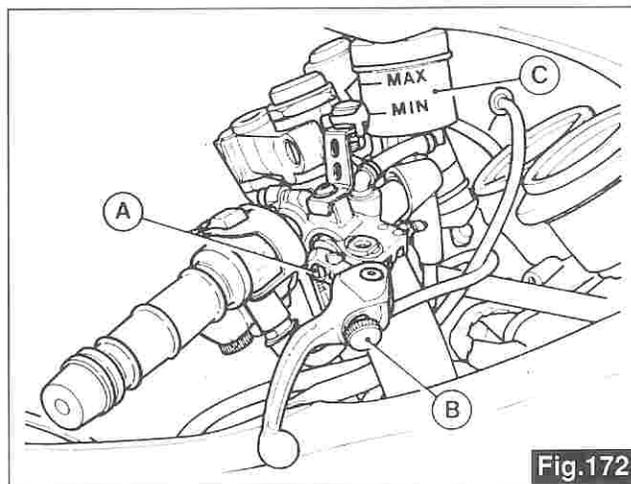
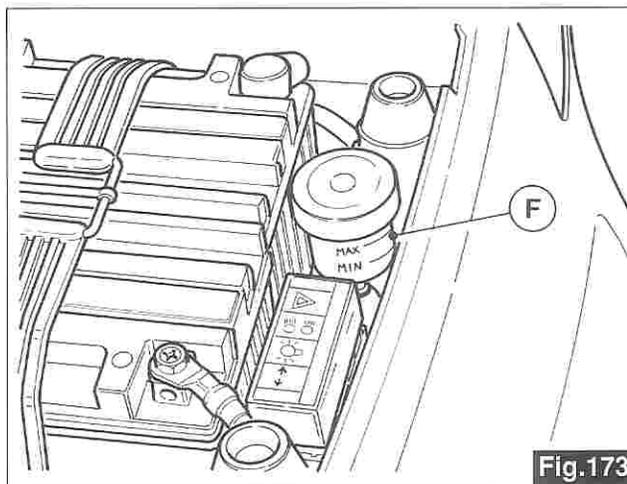

Fig.172
Fig.173
**1** Verificare frequentemente il livello del fluido nel serbatoio anteriore «C» di fig.172 e posteriore «F» di fig.173. Tale livello non deve mai scendere sotto il segno di minimo indicato sui serbatoi.
## 18.2 CHECKING THE BRAKE FLUID IN THE MASTER CYLINDER RESERVOIR (figs.172 and 173)
**1** Make frequent checks of the fluid level in the front «C» in fig.172 and rear «F» in fig.173 reservoirs. The level should always be above the minimum mark on the reservoirs.